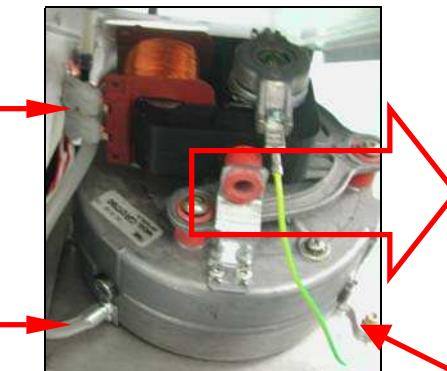

Рисунок 29
19.6. У котла модели НК (закрытая камера сгорания) отсоедините электрические провода и трубку дифференциала давления от вентилятора, отвинтив фиксирующие винты, и снимите вентилятор с 56° колена. (*Рисунок 29*)